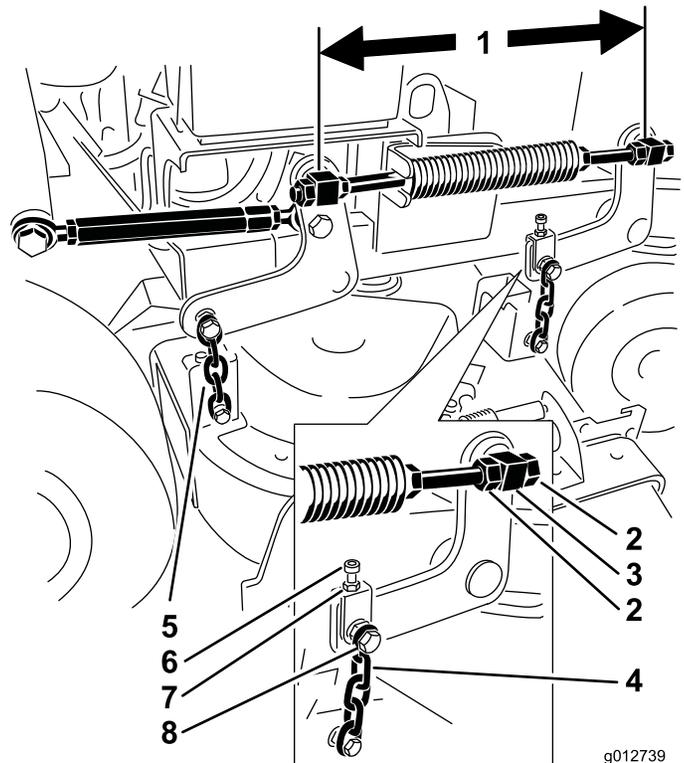

図 84
6. スイベルの間の距離を点検する（スイベルについているねじ山付きのロッドの中心線から中心線までの距離を測る）。この長さが、91 cm デッキでは 49.5 cm、102 cm デッキでは 43.7 cm であることが必要である（図 84）。
9. 前スイベルと後ろスイベルの距離の調整は、その側の前スイベルにすいているジャム・ナットで行う（図 84）。
11. そして、調整ボルトで、前チェーンが2本とも同じ張りになるように調整する（図 84）。
5. 上チェーンボルトのナットと調整ボルトのナットをゆるめる（図 84）。
6. **A** 位置での高さが **B** 位置での高さよりも 6～10 mm 低くなるように調整ボルトで調整する (図 84)。